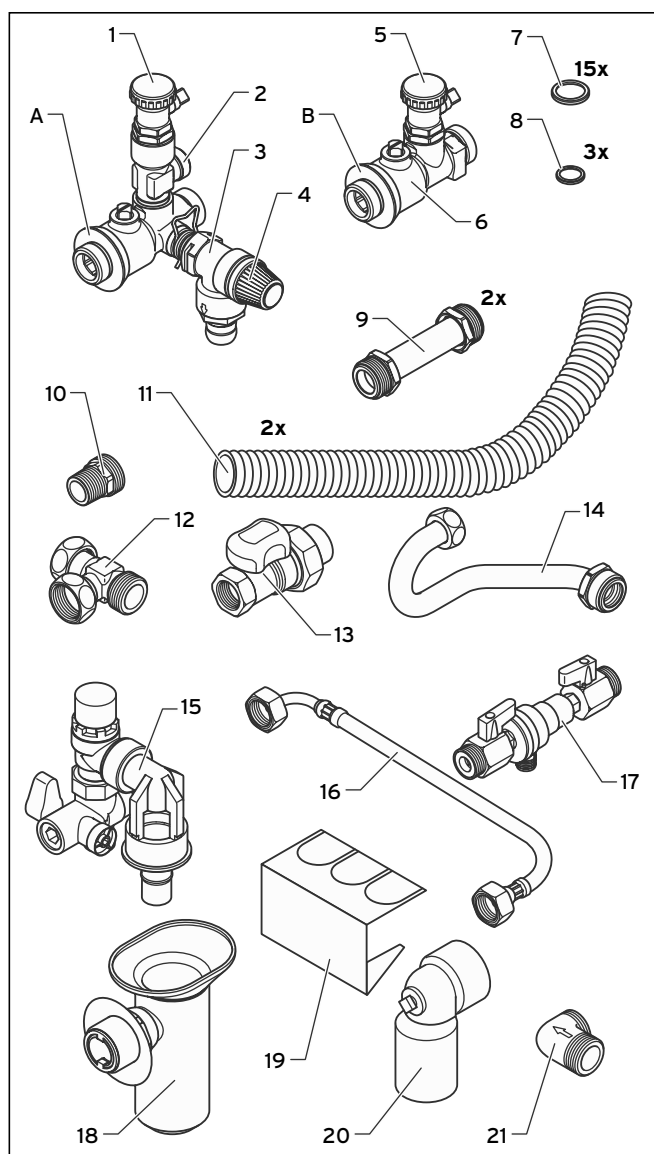
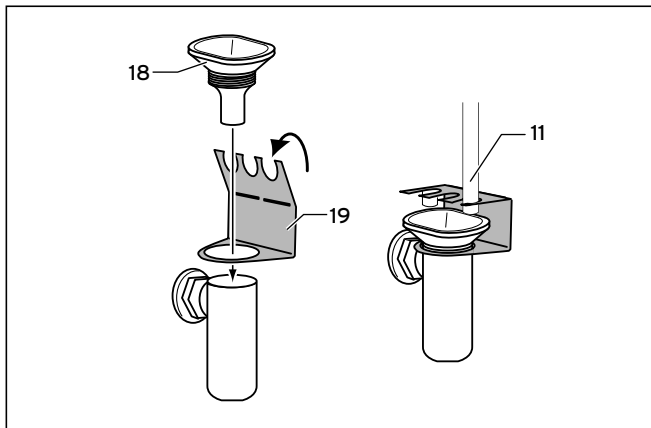

Fig. 4.1 Dotazione alla consegna
Fig. 4.2 Preparazione dell'imbuto di scarico
- Posare la tubazione domestica per la mandata del circuito di riscaldamento fino al rubinetto di manutenzione (A) e collegarla con una guarnizione piatta.
- Con il flessibile di scarico (11, vedere fig. 4.6) stabilire il collegamento tra la valvola di sicurezza (4, vedere fig. 4.1) e l'imbuto di scarico (18, vedere fig. 4.2).